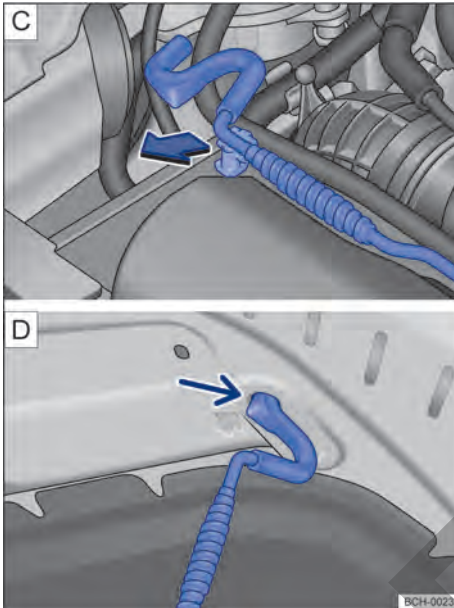

Fig. 172 [C] Varilla de sujeción de la tapa del compartimento del motor. [D] Tapa del compartimento del motor apoyada en la varilla de sujeción.
- Retirar la varilla de sujeción del soporte en el sentido de la flecha → fig. 172 [C] y colocarla en la abertura de la tapa del compartimento del motor → fig. 172 [D].
- Retirar la varilla de sujeción del orificio → fig. 172 [D] y encajarla en el soporte del cierre → fig. 172 [C].